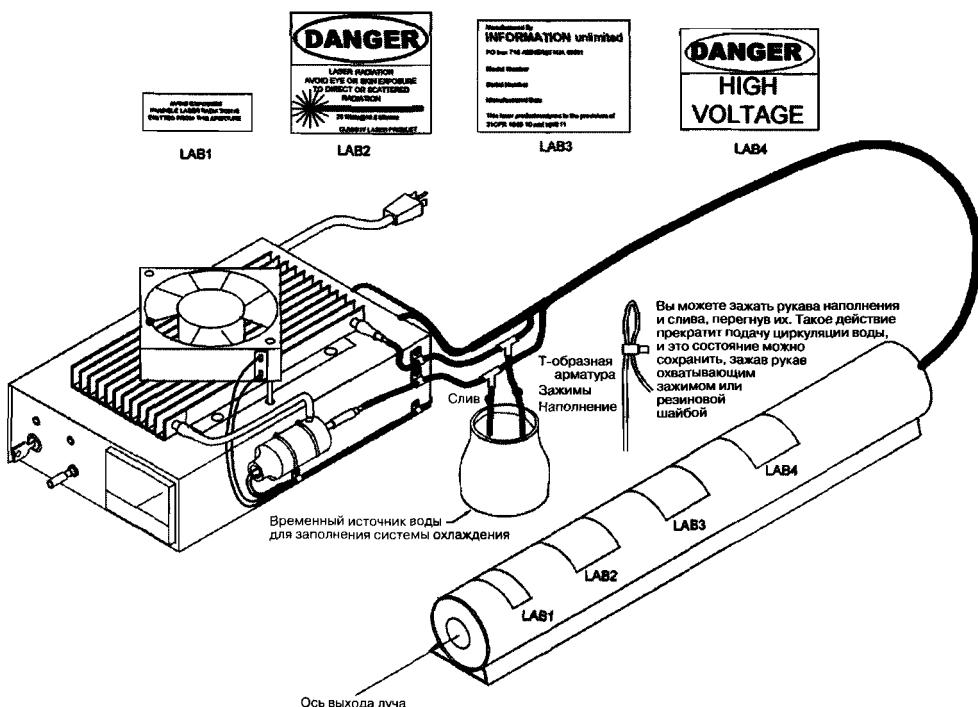

Рис. 8.18. Лазерная система для лабораторного использования с питанием 115 В переменного напряжения с приклеенными ярлыками
6. Проведите окончательную сборку, как показано на рис. 8.18, но пока не прикрепляйте крышку винтами. Обратите внимание на ярлыки (LAB1–LAB4) поясняющего и запрещающего характера, которые должны быть на внешней стороне лазерной системы.
1. Подготовьте контейнер с чистой питьевой водой и вставьте в него рукава наполнения и слива (см. рис. 8.18). Всасывайте ртом воду из трубы слива до тех пор, пока водяной кожух не наполнится до разумных пределов. Вставьте рукав слива в контейнер с водой и убедитесь, что оба рукава находятся в погруженном в воду состоянии.